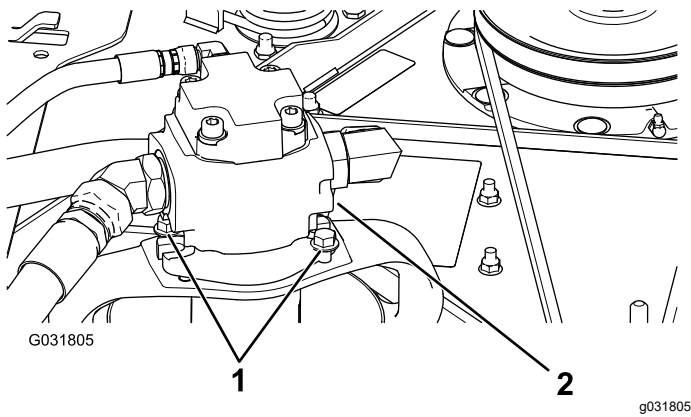

Bild 127
3. Entfernen Sie die Schrauben, mit denen der Hydraulikmotor am Mähwerk befestigt ist (**Bild 127**).